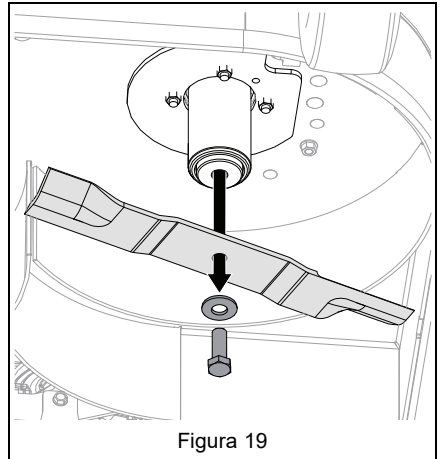

Figura 19
2. Desconectar los cables de bujía. Consulte Figura 19.